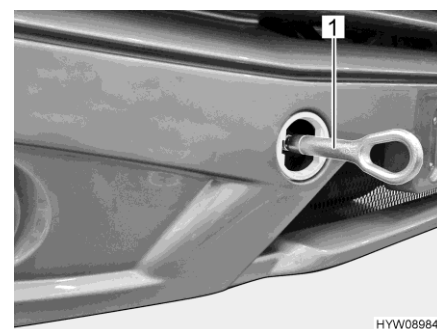

Fig. 26 Occhione di traino (installato)
- Montare l'occhione di traino (Fig. 26,1) come indicato nel manuale di funzionamento del veicolo di base.